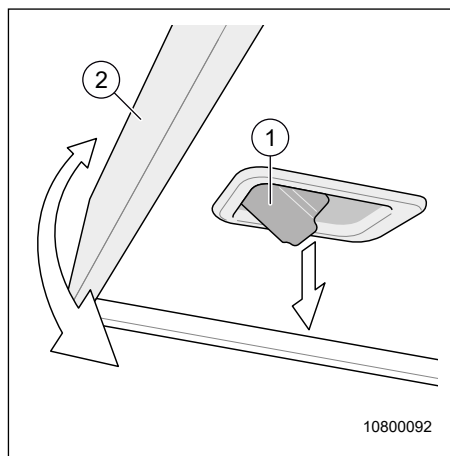

Fig. 60 Lit de pavillon mécanique
4. Déverrouiller le lit de pavillon à l'aide de la poignée (Fig. 60, pos. 1) et l'abaisser à main levée (Fig. 60, pos. 2).